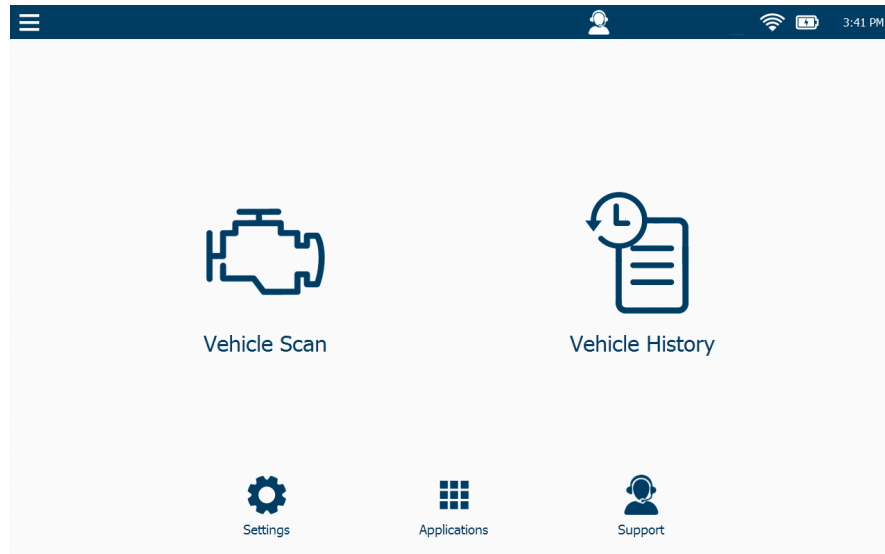

Figure 5.1 Menu principal
- 1 Sélectionnez **Vehicle History** à partir du menu principal (Figure 5.1).
- 4 Touchez de nouveau la **flèche arrière** pour retourner au menu principal (Figure 5.1).